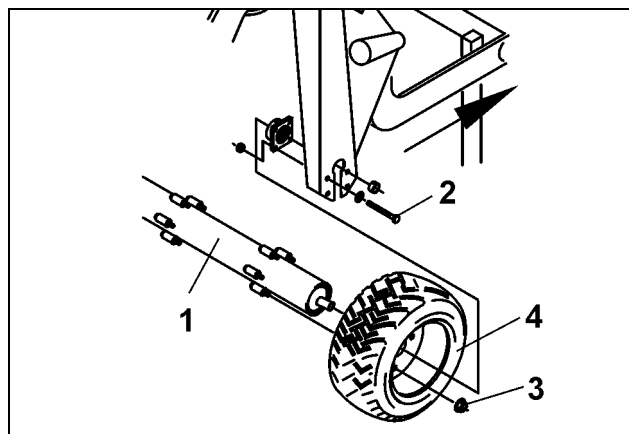

Fig. 106
- Asegurar el rodillo contra rodadura involuntaria con cuñas de calce y desatornillarlo (Fig. 106/1). Para ello quitar a ambos lados los tornillos de fijación (Fig. 106/2)
- Quitar las tuercas hexagonales (Fig. 106/3) y retirar el neumático (Fig. 106/4) del rodillo.